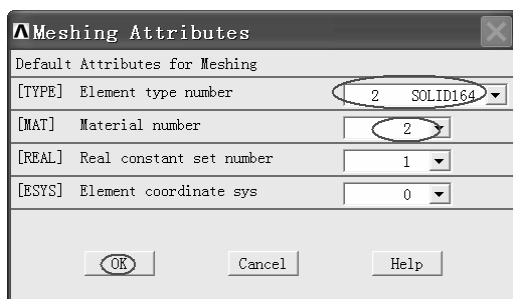

图 6-13 “Meshing Attributes” 窗口
(1) 依次选择 Main Menu>Preprocessor>Meshing>Mesh Attributes>Default Attrs，弹出“Meshing Attributes”窗口（见图 6-13）。在该窗口“[TYPE] Element type number”后的方框中选择“2 SOLID164”，在“[MAT] Material number”后的方框中选择“2”，然后单击“OK”按钮。